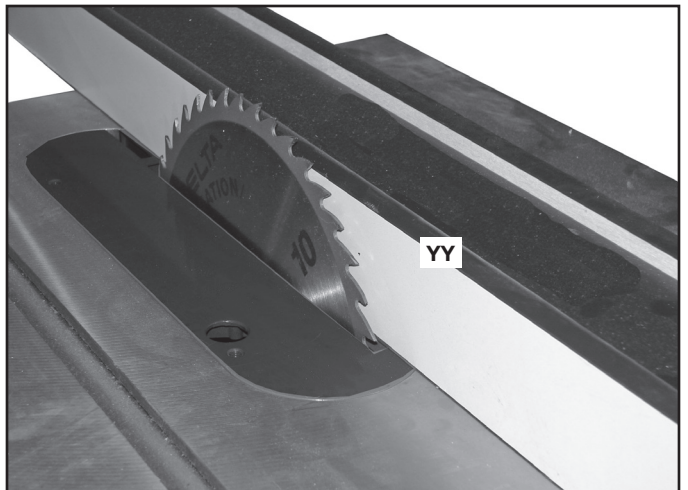

FIG. 26
1. Déplacer le guide (YY) fig. 26 du côté droit de la lame de la scie de façon à ce que la lame tournée à la main passe tout juste le guide lorsque le guide est verrouillé, comme l'illustre la fig. 26.